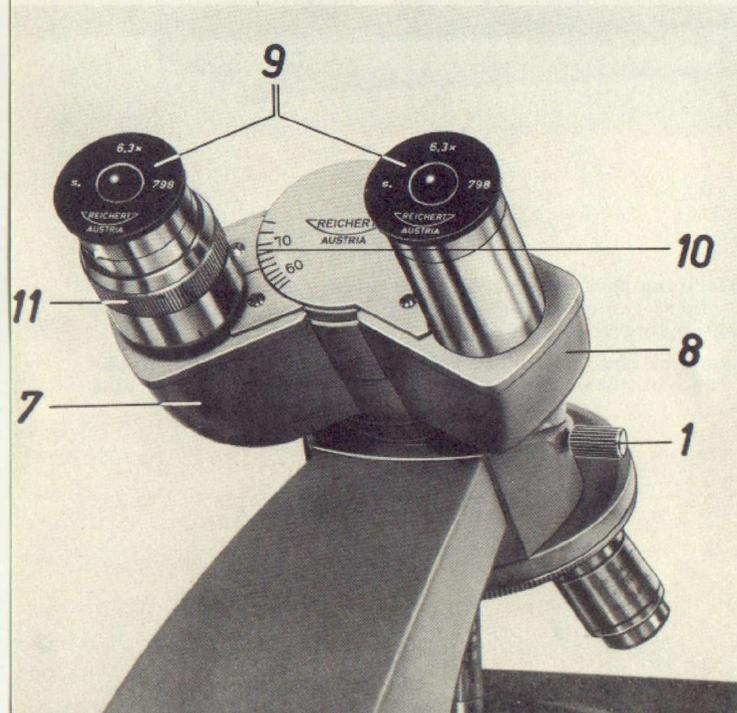

Fig. 2
a) Schräger, binokularer Einblicktubus (Fig. 2)